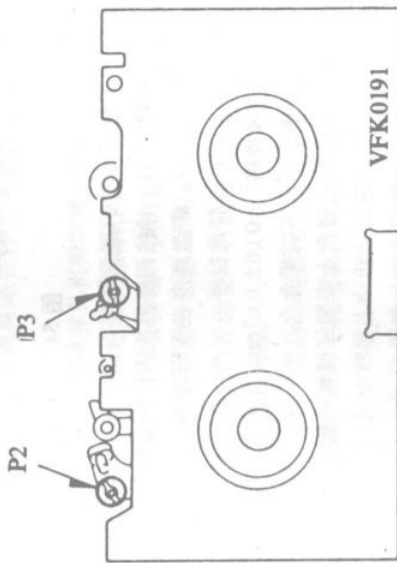

图 52
②把导柱调整模板放在带盘上，并把导柱调整模板固定好，如图52所示；